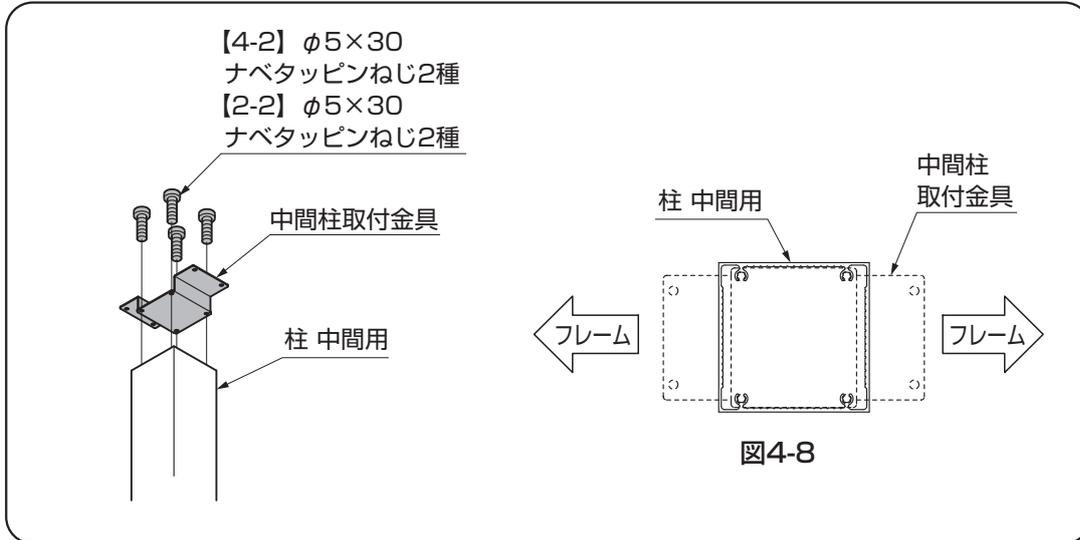

図4-8
- 柱 中間用・サブ柱 中間用には向きがあります。(図 4-8、図 4-9 参照)